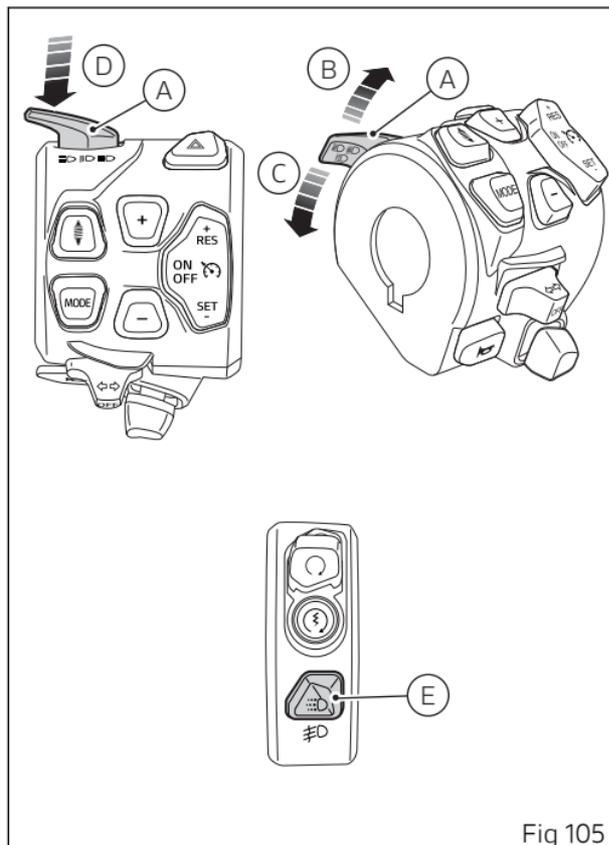

Fig 105
Se le luci DRL sono state impostate in modalità "Auto", premendo il pulsante (E, Fig 105) vengono disattivate e la gestione delle luci diventa manuale. Premendo nuovamente il pulsante (E, Fig 105) le luci DRL vengono riattivate con la strategia di gestione commutata su "Manuale".
Per spegnere o accendere le luci DRL è necessario usare il pulsante (E, Fig 105).
- se sono presenti le luci DRL, tenere premuto a lungo il pulsante (E, Fig 105);
- se non sono presenti le luci DRL, premere il pulsante (E, Fig 105).